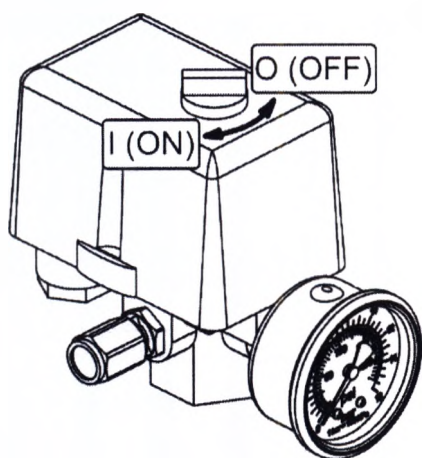

Рисунок 3
- Проверьте, чтобы выключатель на реле давления находился в выключенном положении "O" или "OFF", в зависимости от исполнения (рис. 3).
- Выключить компрессор выключателем **3** на реле давления (рис. 4, 5). Для этого необходимо переключить выключатель в положение "О" или "OFF", в зависимости от исполнения (рис. 3). После этого остановится двигатель и произойдет сброс давления из нагнетательного воздухопровода и поршневого блока.
- Переключите выключатель 3 на реле давления в положение "О" или "OFF", в зависимости от исполнения (рис. 3).